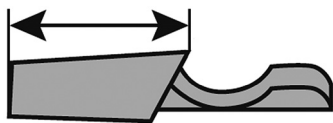

Рис. 11 Определение длины верхней грани режущего зуба
6. Определите состояние режущих звеньев и длину верхней грани режущего зуба, которая должна остаться после заточки. Для этого найдите максимально изношенный (деформированный) режущий зуб и определите длину его верхней грани (Рис. 11). Пометьте его мелом или иным способом.